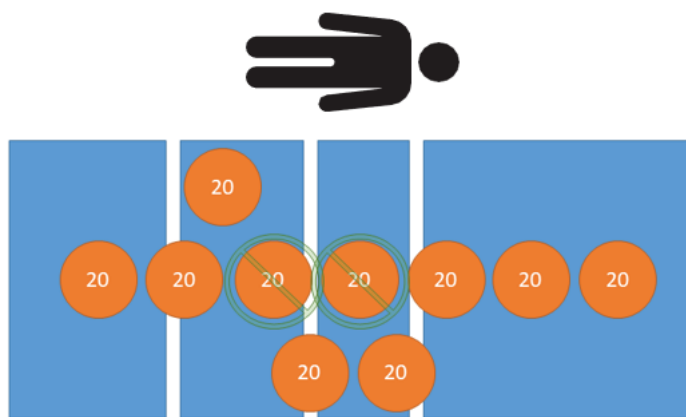

Figura 31 – Test tară - 160 kg net
6. Folosind greutăți calibrate, așezați 160 kg pe produs (Figura 31).
8. Folosind greutăți calibrate, așezați 160 kg pe produs (Figura 31).